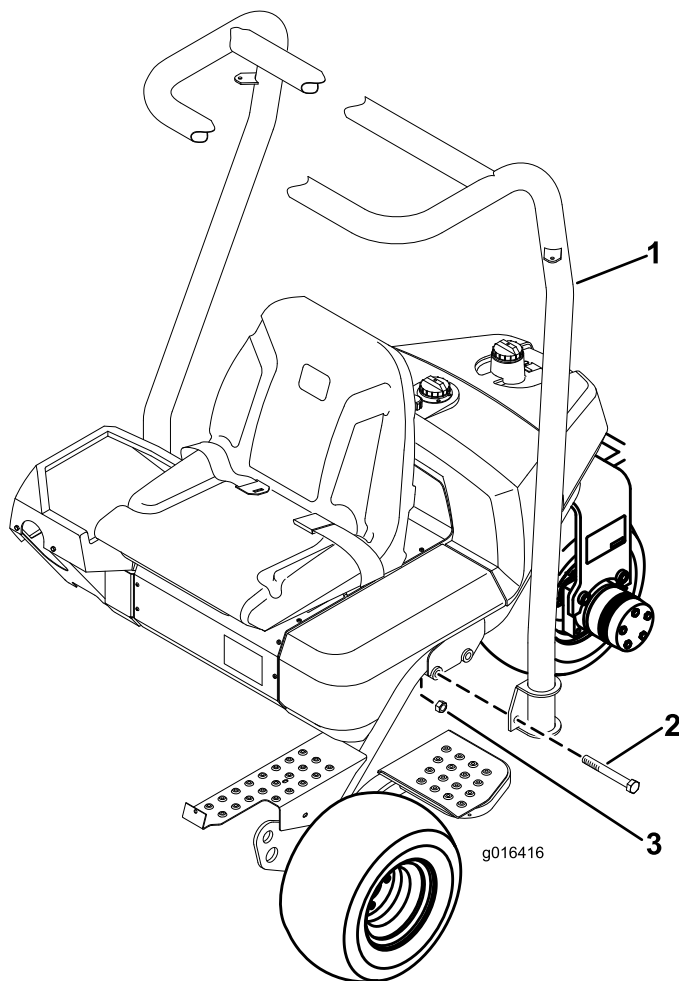

図 7
1. ROPS の上部の湾曲部が機体の前方を向くようにROPSを配置する（図 7）。
2. ROPS をフレームの上に降ろし、取り付け穴に整列させる (図 7)。
3. ROPS の左右それぞれをフレームに固定する；ボルト (2本) (5/8 x 4-1/2 インチ) と、ロックナットを 図 7 のように使用する。135-165 ft-lb (183-223 N-m = 18.7-22.8 kg.m) にトルク締めする。